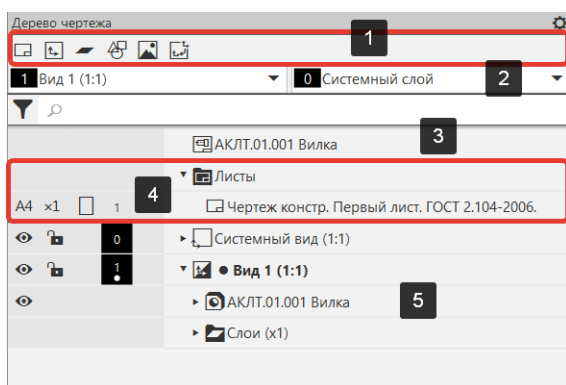

Рисунок 192 – Дерево графического документа
4.2. Дерево графического документа (Рисунок 192)